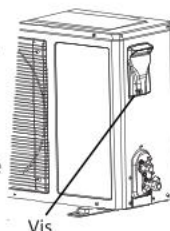

Fig.13
- Dévissez et démontez le couvercle de l'appareil électronique (Fig.13).